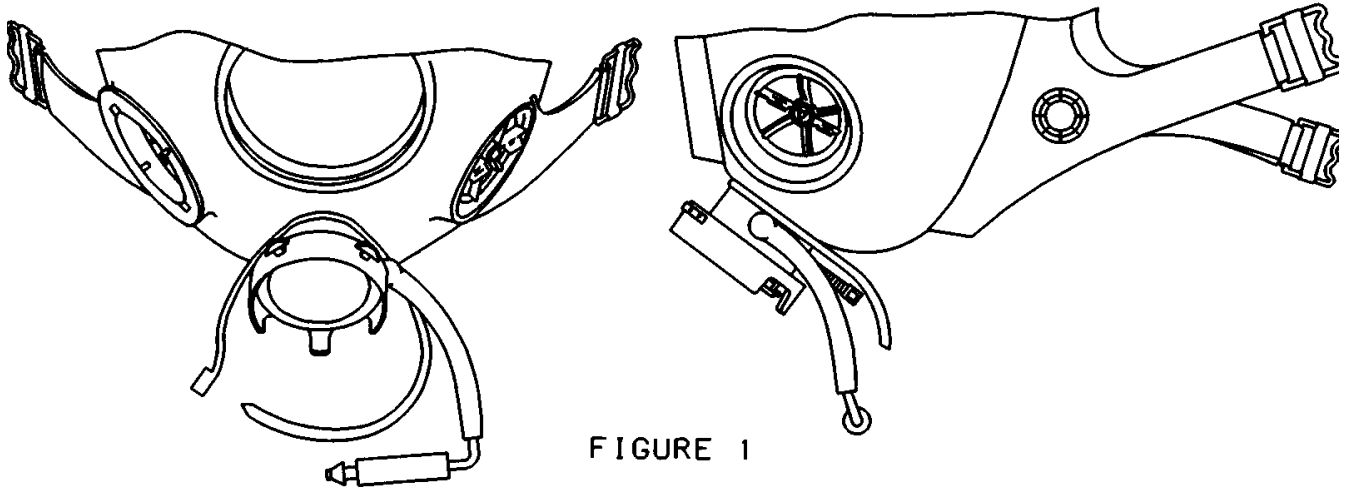

FIGURE 1
2. PLACE RETAINING CLAMP BEHIND CONNECTION OF EXTERNAL DRINK TUBE AS SHOWN IN FIGURE 1. NOTE, THE RIDGED SIDE OF THE CLAMP SHOULD FACE INWARD.